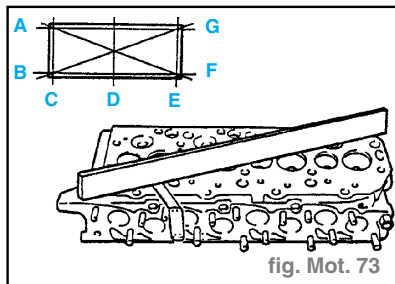

fig. Mot. 73
- Contrôler à la règle la planéité du plan de joint de culasse dans les directions **A** à **G** en procédant comme sur l'illustration. (fig. Mot. 73)